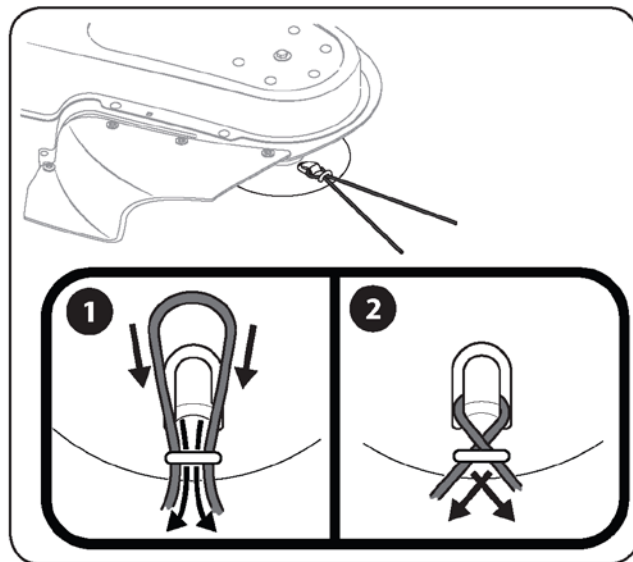

图 5-2
4. 使线的两端交叉，并将两端拉紧以固定打草线。请参见图 5-2。